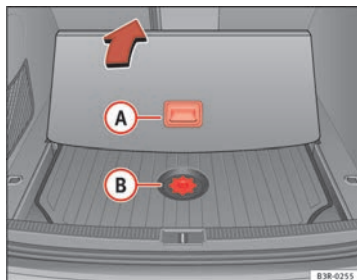

Fig. 189 Accès à la boîte à outils et au cric
- Repoussez le cache du plancher de chargement à l'aide de la poignée (A) ⇒ fig. 189.
- Dévissez la vis de fixation du cache (B) ⇒ fig. 189.